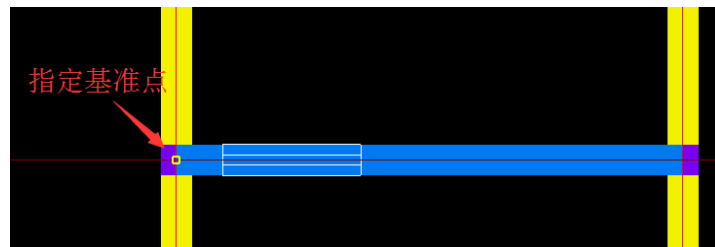

图 2-9 指定基准点
② 在绘图区域单击鼠标左键指定一点作为复制的基准点，移动鼠标，如图 2-9 所示。